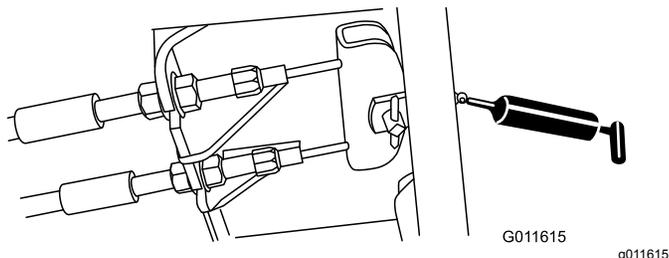

Рисунок 51
- Педаль тормоза (1 шт.) (Рисунок 51)